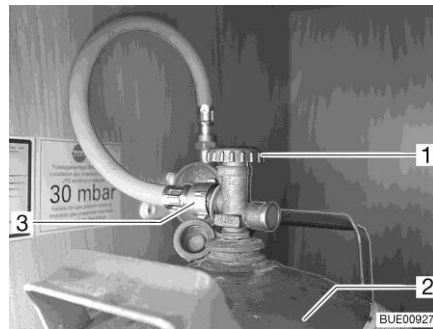

Fig. 176 Vano portabombole
- Chiudere la valvola principale di arresto (Fig. 176,1) della bombola del gas (Fig. 176,2). Osservare la direzione della freccia.
- Svitare il tubo del gas (Fig. 176,3) dalla bombola del gas.